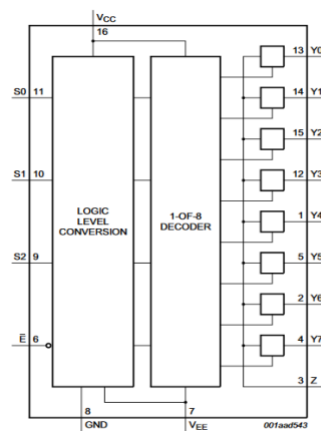

Figure 4 : 74HC4051
L'objectif de ce circuit d'alimentation est d'alimenter chacun des micromiroirs pour lui permettre un déplacement selon l'angle θ entre 0 et 2 degrés. Le circuit intégré 74HC4051 (Figure 4) permettra, pour une tension DC fixe à l'entrée (Z) de fournir 8 sorties différentes (Y₀ à Y₇) pour 7 angles différents. Nous utiliserons les sorties Y₀ à Y₃ pour des angles de 0.5, 1, 1.5 et 2 degrés.